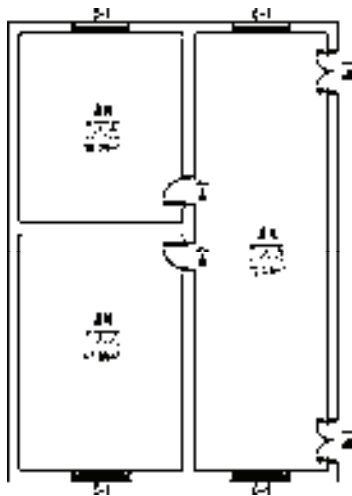

图 7-20 查询面积的操作结果
5) 继续定义面积标注的位置，查询面积的操作结果如图 7-20 所示。